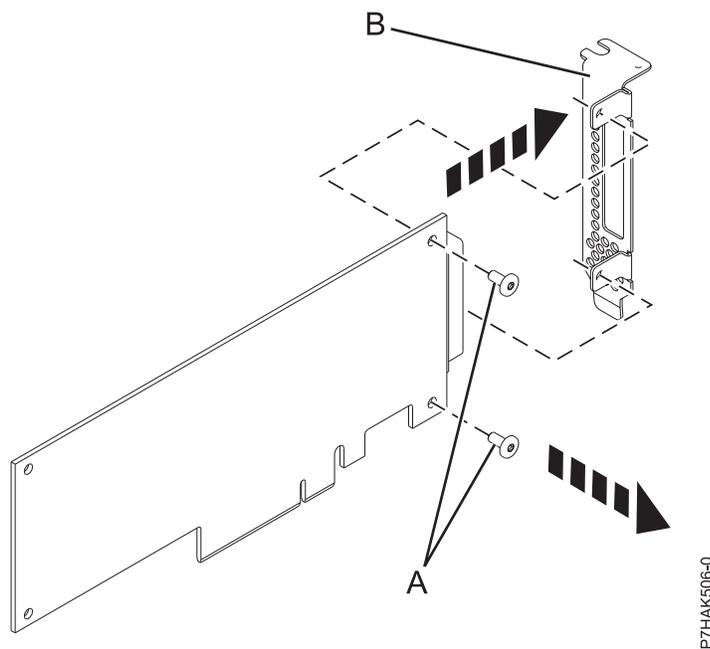

Abbildung 49. Kurzen Haltesteg aus einem PCIe-Adapter ausbauen
2. Entfernen Sie mit einem Kreuzschlitz-Schraubendreher die beiden Schrauben (**A**), mit denen der Haltesteg (**B**) am PCIe-Adapter befestigt ist, wie in Abb. 49 dargestellt.